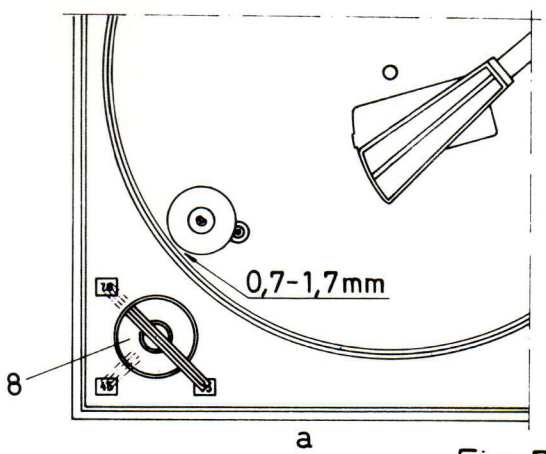
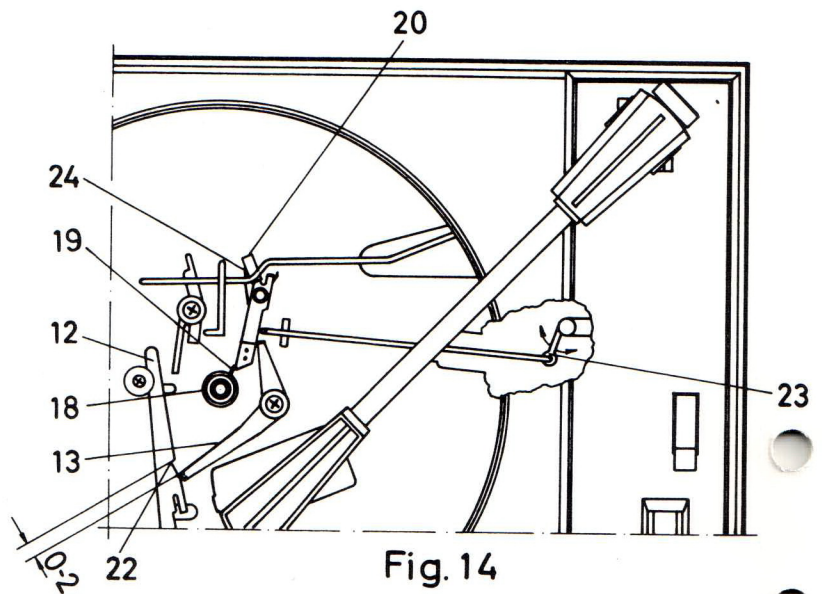
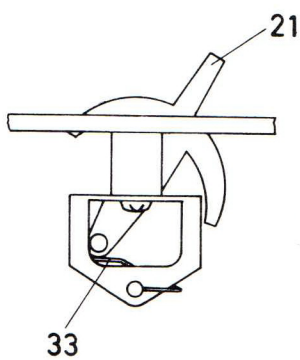

Fig. 7
Fig. 14
Fig. 15
KONTROLL AV SPELET MELLAN BASPLATTA OCH MELLANHJUL. FIG 7.
FÖR IN TONARMEN MOT CENTRUMAXELN. STÄLL VREDET (8) I LÄGENA 33, 45 OCH 78 V/MIN. ÄR MELLANHJULET RÄTT INSTÄLLT, BLIR SPELET MELLAN OVAN ANGIVNA DELAR 0,7 - 1,7 MM. OM EN JUSTERING SKULLE BLI NÖDVÄNDIG, KAN ARMEN (9), FIG 7 B, BOCKAS ÅT ENA ELLER ANDRA HÅLLET.
KONTROLL AV FUNKTIONER VID AUTOMATISKT STOPP. FIG 14 OCH 15.
FÖR IN TONARMEN ETT STYCKE, SÅ ATT ANSLAGSARMEN (20) RÖR SIG, OCH ANVÄND ETT SKIVTALLRIKSCENTRUM (18) PÅ SKIVTALLRIKSAXELN VID KONTROLLEN. VRID DETTA SÅ ATT STOPPTRÅDEN (19) FATTAR TAG I ANSLAGSARMEN (20) OCH DENNA I SIN TUR PÅVERKAR STOPPARMEN (13) SÅ ATT DESS ENA SKÄNKEL GÅR IN MOT URTAGET (22) I START- OCH STOPPARMEN (12), DÄR AVSTÅNDET ENLIGT FIG 14 SKALL VARA 0 - 2 MM.
FÖRST I RÖRELSENS SISTA SKEDE SKALL MANÖVERSPAKEN (21) FIG 15 ÅTERGÅ. DETTA JUSTERAS, OM SÅ SKULLE BEHÖVAS, GENOM ATT BOCKA PÅ RETURARMENS (23) FIG 14 KORTA SKÄNKEL. SEDAN DET AUTOMATISKA STOPPET KONTROLLERATS MED SKIVTALLRIKSCENTRUM (18), SER MAN TILL ATT ANSLAGSARMEN (20) HÅLLS FJÄDRANDE MOT SITT STOPP SAMT ATT STOPPARMENS (13) TRÅDFJÄDER (24) TRYCKER MED SIN MELLERSTA DEL MOT ANSLAGSARMENS FLIK, MED MIPOLAM DÅ TONARMEN ÄR I SITT INRE LÄGE OCH STOPPARMEN (13) ÄR FRIKTIONSLÅST MOT START- OCH STOPPARMEN (12). JUSTERAS GENOM BOCKNING AV FJÄDER (24).
VREDET (8), FIG 7 STÄLLES I LÄGE 33. EN 45-VARVSSKIVA LÄGGS PÅ FÖR AVSPELNING. NÄR TONARMEN NÄR SLUTSPÅRET, SKALL MANÖVERSPAKEN (21), FIG 15, GÅ TILL DEN POSITION, DÄR TONARMEN ÄR I SITT ÖVRE LÄGE. KONTROLLERA ÄVEN ATT SKIVTALLRIKEN EFTER DETTA GÅR RUNT SÅ LÅNGT ATT ETT "KLICKANDE" LJUD HÖRS, NÄR ANSLAGSARMEN (20), FIG 14, SLÅR EMOT SITT STOPP.
DENNA KONTROLL KAN PÅSKYNDAS GENOM ATT FÖRSIKTIGT MATA FRAM TONARMEN MOT CENTRUM. SKULLE DETTA KLICKANDE EJ HÖRAS, MINSKAR MAN SPÄNNINGEN AV MOMENTFJÄDERN (33), FIG 15.